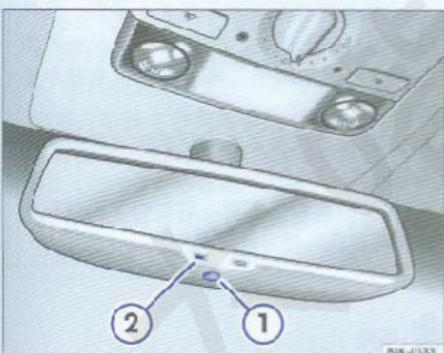

图40 自动防眩目车内后视镜
用车内后视镜上的开关①关闭和打开自动防眩目功能 ⇒ 图40。打开自动防眩目功能时,警报灯②点亮。◀